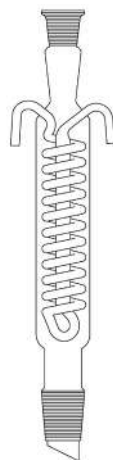

Рис. 84. Универсальный холодильник Димрота
5. Универсальный холодильник Димрота (рис. 84). Особенности конструкции — змеевиковый теплообменник с двумя отводами, впаян в стеклянную трубку с воздушным охлаждением. Вверху и внизу дефлегматор снабжен шлифованными взаимозаменяемыми конусами со шлифом. Материал — закаленное стекло, устойчивое к перепадам температур, прочное и долговечное. Считается эффективным обратным холодильником для высококипящих жидкостей: с температурой кипения выше $+160^{\circ}\text{C}$. Холодильник может также применяться в качестве нисходящего.